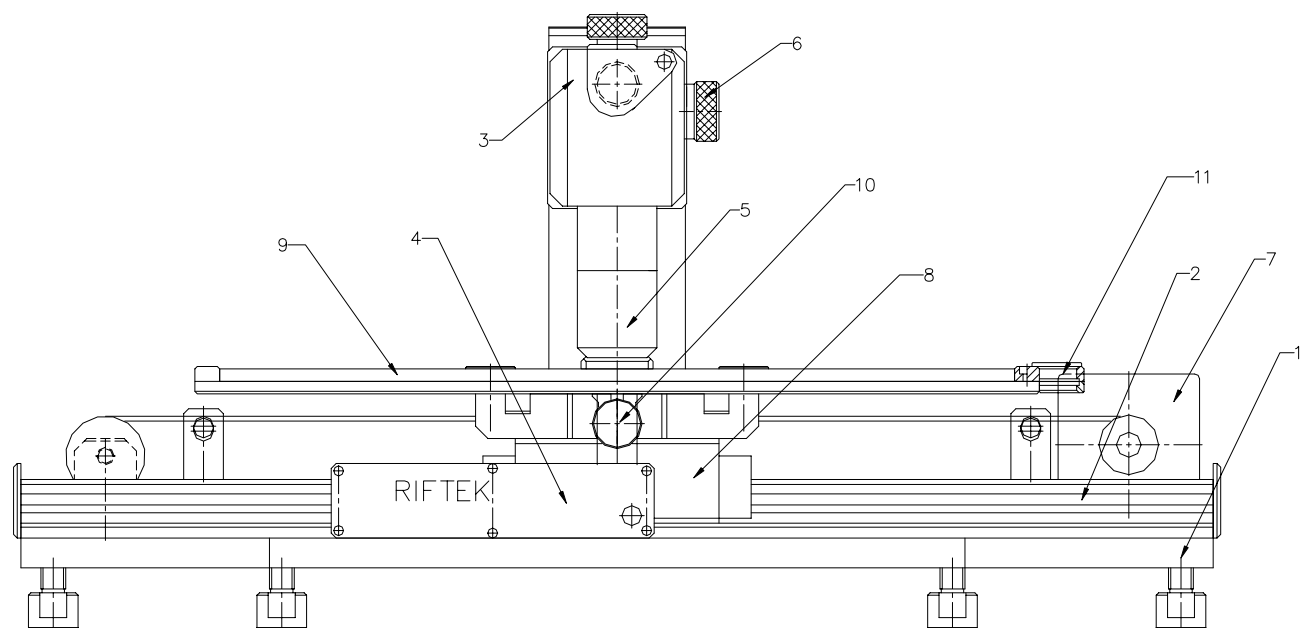

Рисунок 1
3.1. На Рис.1 показан общий вид системы контроля. Система содержит станину 1 с направляющей 2. На станине установлен фотоэлектрический микроскоп 3. Фотоэлектрический микроскоп 3 содержит светодиодный осветитель 4, объектив 5, рукоятку 6 вертикального перемещения для наведения на резкость, линейную видеокамеру (не показано). На задней стенке установлены тумблер включения питания и разъем для подключения персонального компьютера. На корпусе микроскопа, снизу, установлен отладочный разъем для программирования встроенного в микроскоп контроллера.